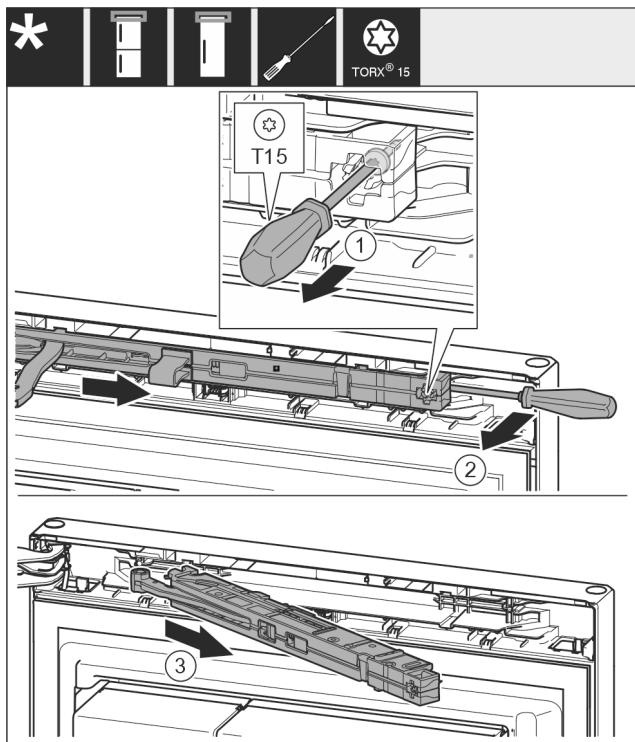

Fig. 11
- Lossa skruven Fig. 11 (1) på stängningsdämparenheten med en 14 mm skruvmejsel.
- Lyft ut stängningsdämparenheten Fig. 11 (2) med en skruvmejsel på greppsidan och lyft ut den framåt.
- Dra ut stängningsdämparenheten Fig. 11 (3).